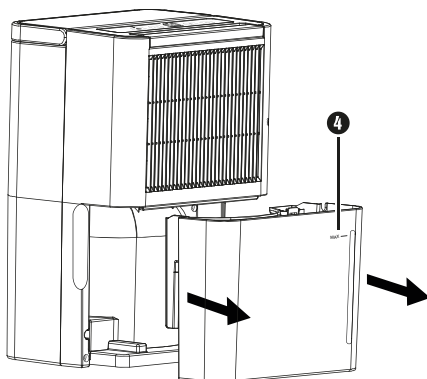

Abb. 2
- ♦ Ziehen Sie den Wassertank 4 vorsichtig an den seitlichen Griffmulden aus dem Gerät heraus (siehe Abbildung 2).